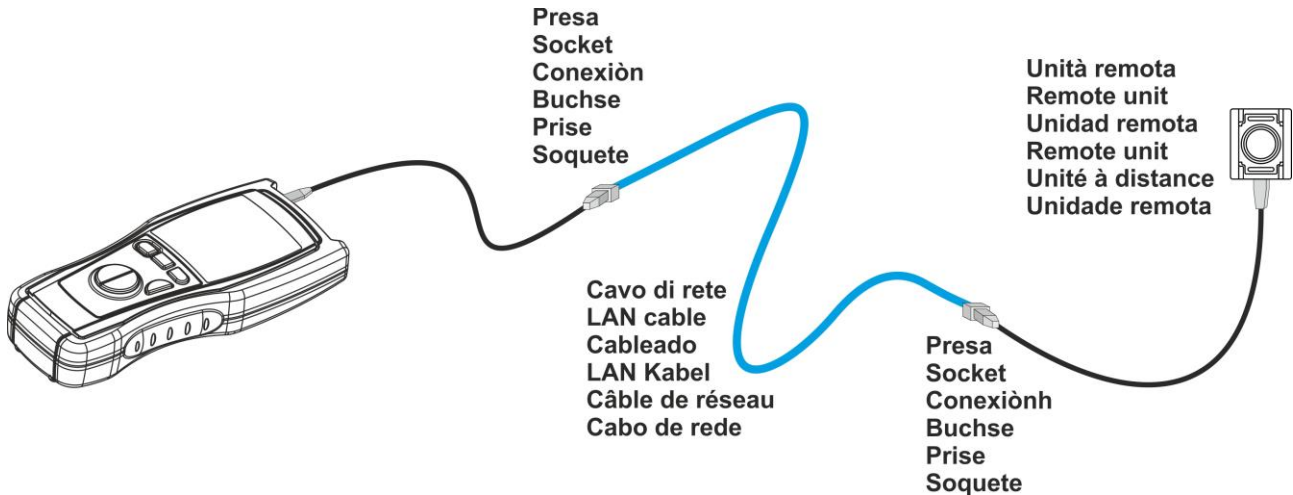

Fig. 8: Connessione dei terminali dello strumento in prova LAN
4. Connettere ad un'estremità del cavo in esame lo strumento ed all'altra estremità una delle unità remote (#1 o #2) utilizzando, se necessario, i cavetti in dotazione (vedere Fig. 8)